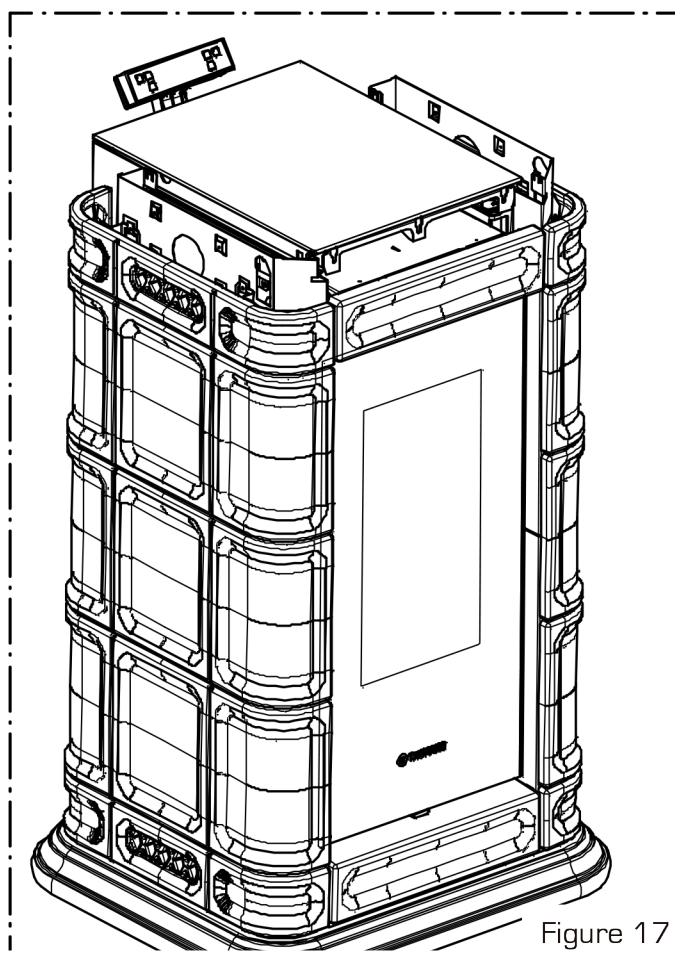

Figure 17
- Ouvrir le réservoir à pellets (Figures 17 et 18)